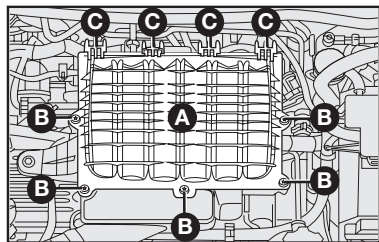

fig. 11
### Motor Firefly - fig. 11
- Quitar los tornillos **B-fig. 11**, que fija la tapa **A-fig. 11** del motor.
- Empuje la tapa hacia atrás para soltarla de las trabas **C-fig. 11**.